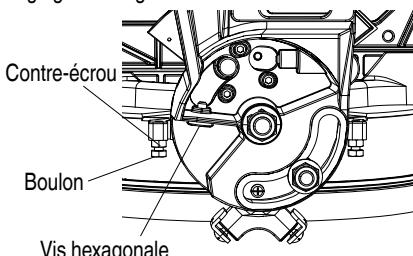

Fig. 22
- (2) Desserrer la poignée de verrouillage d'angle en biseau et incliner complètement vers la droite le carter.
- (3) Au moyen d'une équerre combinée, confirmer si la lame est 45° par rapport à la table.
- (4) Pour ajuster, incliner le carter à 0°, desserrer le contre-écrou et tourner le boulon vers l'intérieur ou l'extérieur pour augmenter ou diminuer l'angle comme illustré sur la Fig. 22.
- (5) Incliner le bras de coupe en arrière vers la droite et reconfirmer l'alignement.
- (6) Répéter les étapes jusqu'à ce que la lame soit à 45° par rapport à la table. Une fois l'alignement obtenu, serrer le contre-écrou et la poignée de verrouillage d'angle en biseau.